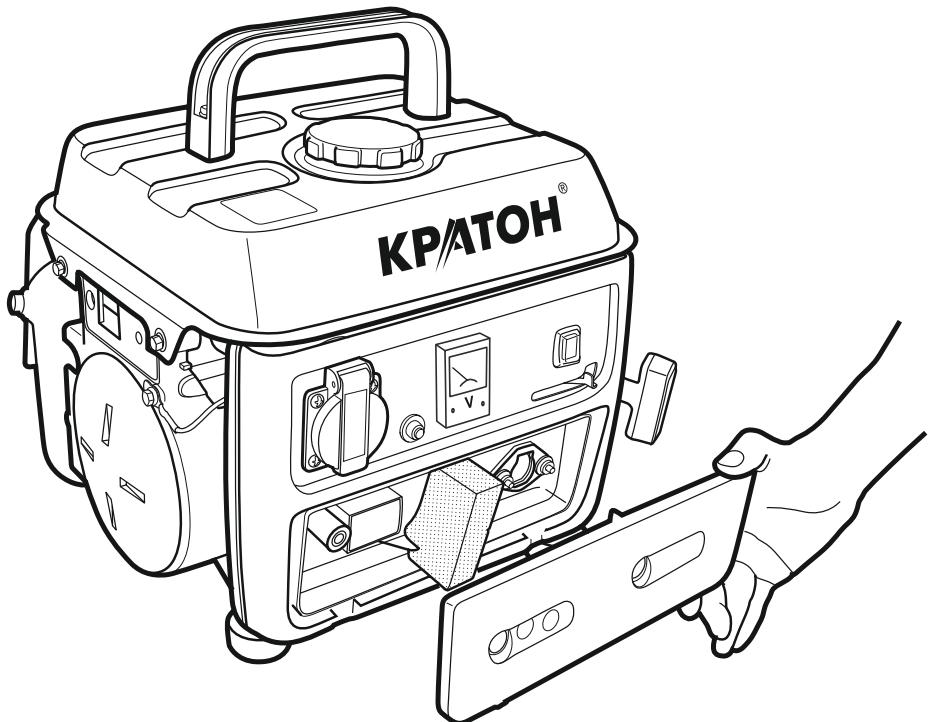

Рисунок 15 — Очистка воздушного фильтра
- Извлеките воздушный фильтр (см. рис. 15).